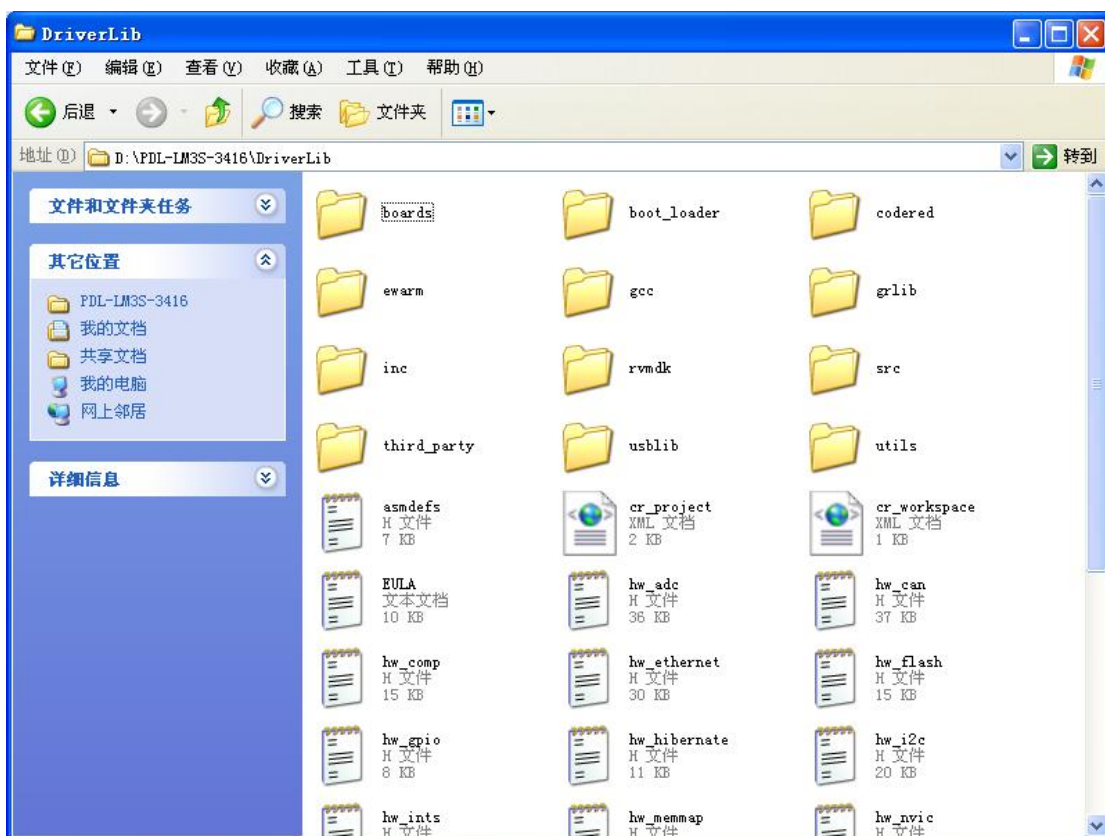
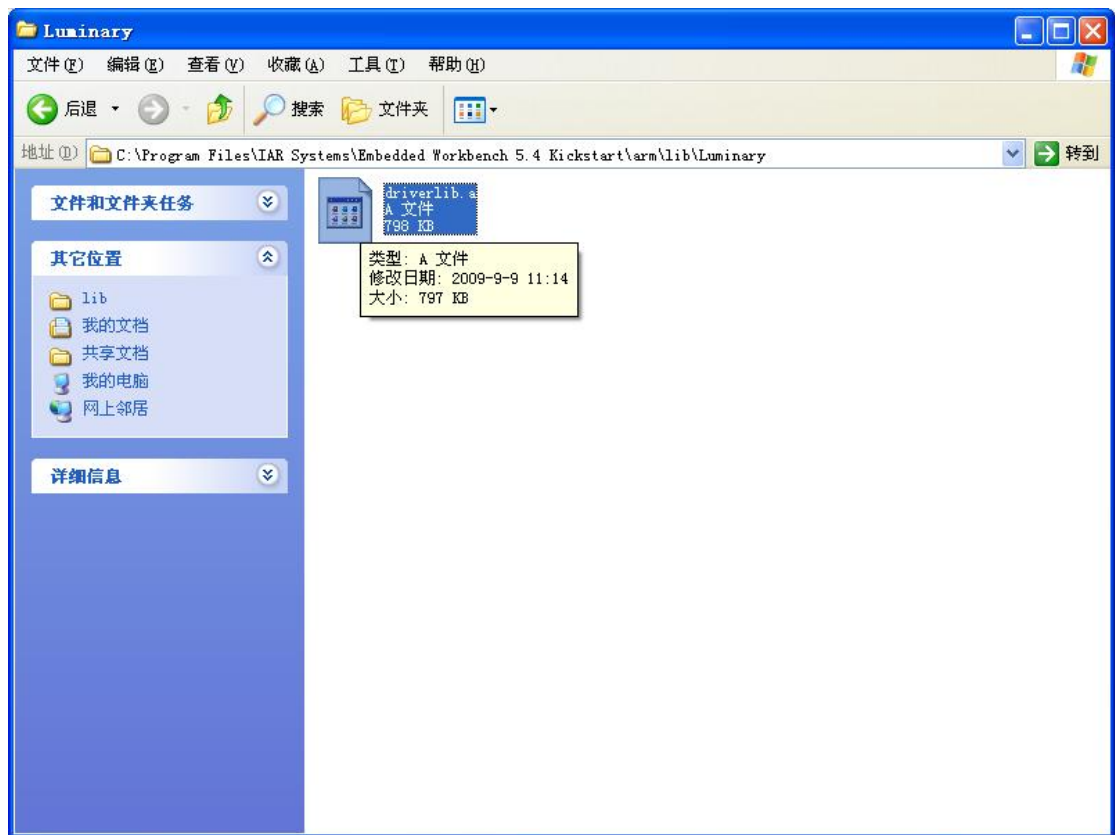

图 2.4 原驱动库头文件目录
图 2.9 底层驱动函数库存放目录
1. 打开目录“D:\PDL-LM3S-3416\DriverLib”如图 2.4 所示。
第一步是：将图 2.4 中的所有.h 文件，拷贝到新建的“Luminary”文件夹下。
第二步是：打开图 2.4 中的“src”文件，将该文件下的所有.h 和.c 文件，拷贝到新建的“Luminary”文件夹下。
第三步是：打开图 2.4 中的“inc”文件，将该文件下的所有.h 文件，拷贝到新建的“Luminary”文件夹下。
3. 将图 2.4 中的“driverlib.r79”复制一份，然后粘贴到新建的“Luminary”文件夹下，即“C:\Program Files\IAR Systems\Embedded Workbench 5.30 Kickstart\arm\lib\Luminary”目录下。如图 2.9 所示。